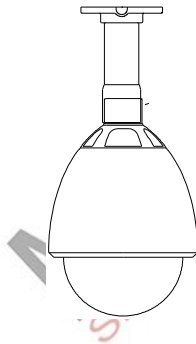

Abbildung 28
- 2) Entnehmen Sie die Halterung und befestigen Sie diese an der Wand. (Abbildung 28)